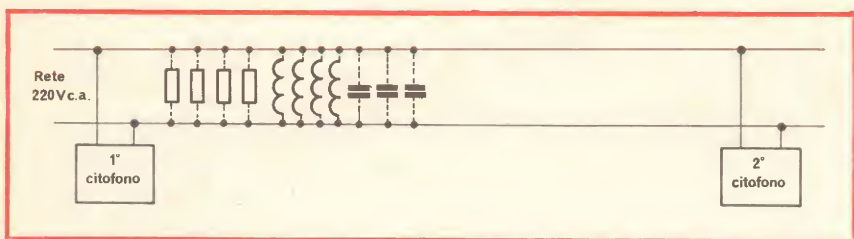

Fig. 4 - Linea con ostacolo di troppo carico cioè impedenza di linea di molto inferiore all'impedenza d'uscita dei citofoni.
2) La linea di alimentazione e di richiusura antenne RX/TX c.a. 220 V, mediamente calcolata come carico resistivo di  $10 \Omega$ , non ha tali caratteristiche. Es: caso particolare di impianto citofono ad onde convogliate tra abitazioni di stabili vicini tra loro, ma serviti di energia elettrica tramite la stessa cabina di trasformazione. In questo caso, la linea a 220 V è richiusa da molteplici carichi sia resistivi che induttivi (ferri da stiro, stufette elettriche, motori, trasformatori ecc), che possono abbassare la resistenza totale della linea a valori inferiori all'unità di ohm. In effetti le possibilità di collegamento tra due citofoni in queste condizioni di rete saranno comunque possibili, ma notevolmente ridotte in distanza di tratta (vedi disegno di fig. 4)